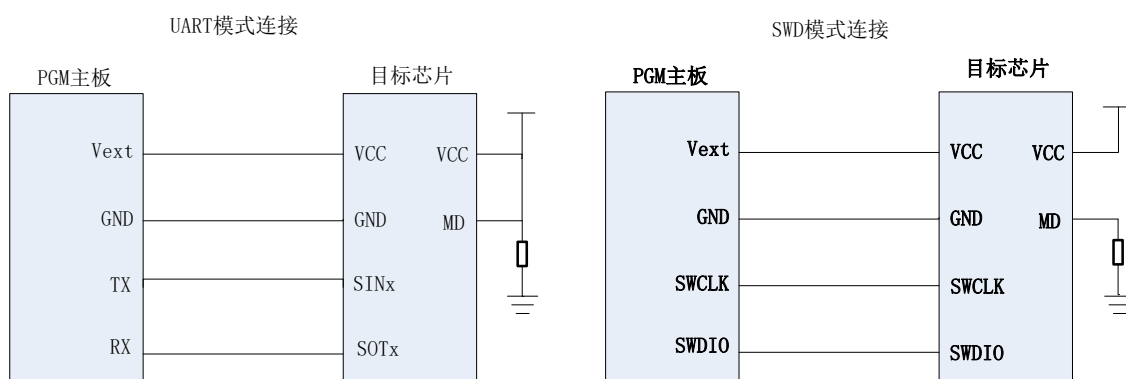

图 4 部分系列连线方法 1
• **HC32L15/HC32F14/HC32M14/HC32L13/HC32F03** 系列芯片的接线方法如图 4 所示。
HC32L110/HC32F003/HC32F005 系列芯片没有 MD 引脚，其他引脚连线方法与图 4 相同。